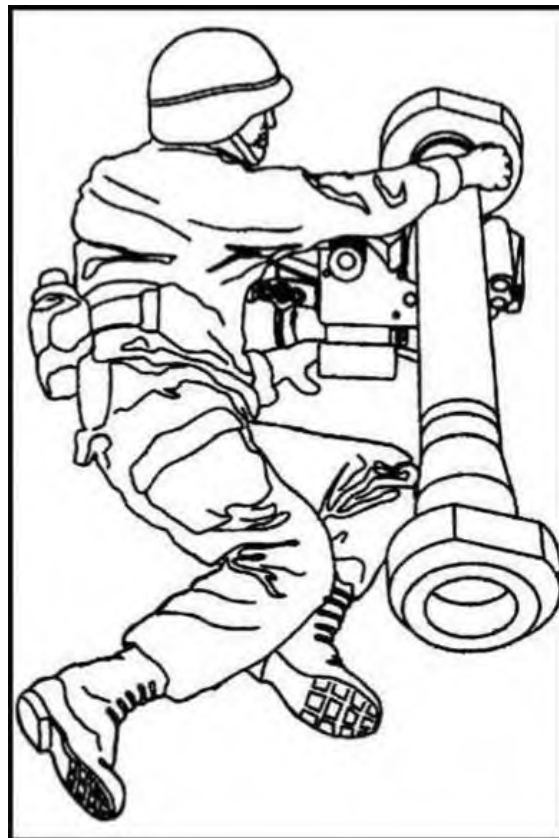

Рисунок 6.47 – Зняття передньої торцевої кришки
8) замінити передню торцеву кришку (рисунок 6.47);